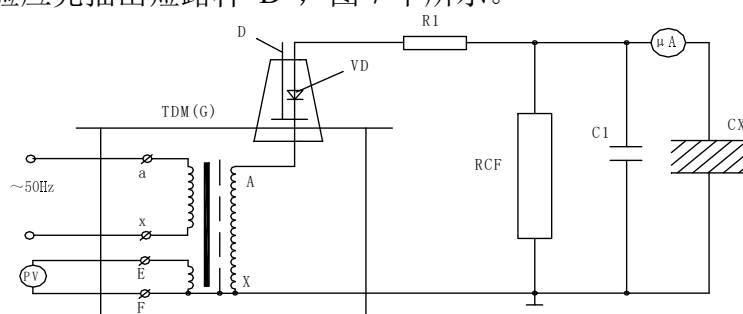

图 7：高压直流泄漏试验接线图
2、YDJZ 油浸式试验变压器在做被试品的直流耐压或泄漏试验时接线原理图如图 7。
注：此试验应先抽出短路杆“D”，图 7 中所示。